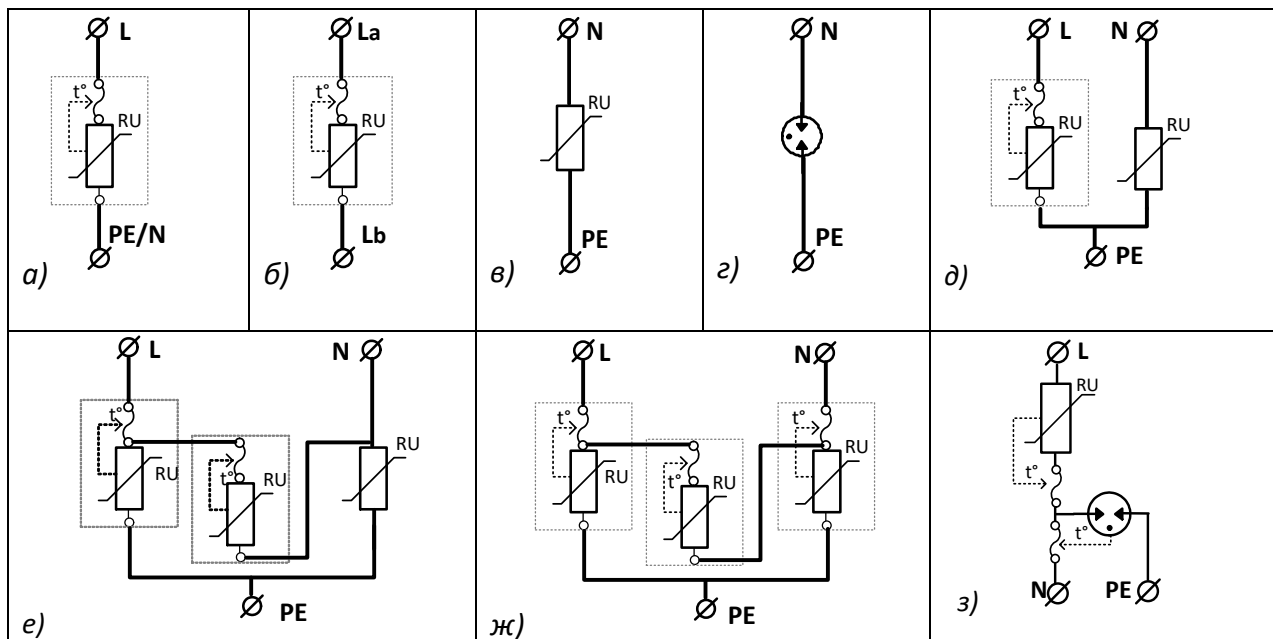

Рисунок 2. Функциональные схемы УЗИП
Рис. 2а. *УЗИП на базе варисторов; классов 1+2, 2, 2+3, 3 ; для включения между фазным (L) и защитным/нейтральным (PE/PEN/N) проводниками.*
Рис. 2б *УЗИП на базе варисторов; классов 1+2, 2, 2+3, 3 ; для включения между двумя фазными (L) проводниками.*
Рис. 2в. *УЗИП на базе варисторов; классов 1+2, 2, 2+3, 3; для включения между нейтральным (N) и защитным (PE) проводниками.*
Рис. 2г. *УЗИП коммутирующего типа (на базе разрядника); классов 2+3, 3; для включения между нейтральным (N) и защитным (PE) проводниками.*
Рис. 2д. *УЗИП на базе варисторов класса 2 для включения между фазным(L), нейтральным (N) и защитным (PE) проводниками.*
Рис. 2е. *УЗИП на базе варисторов класса 2+3 для включения между фазным (L), нейтральным (N) и защитным (PE) проводниками. Между проводниками L и N дополнительно установлен варистор для защиты от дифференциальных помех.*
Рис. 2ж. *УЗИП на базе варисторов класса 3 для включения между фазным (L), нейтральным (N) и защитным (PE) проводниками. Между проводниками L и N дополнительно установлен варистор для защиты от дифференциальных помех.*
Рис.2з. *УЗИП комбинированного типа на базе варистора (в цепи L-N) и разрядника в цепи (N-PE) классов 2+3, 3 для включения между фазным (L), нейтральным (N) и защитным (PE) проводниками.*
Кроме того тепловой разъединитель применяется (в схеме рис. 2з) для размыкания цепи включения разрядника в случае его перегрева от сопровождающего тока, что возможно только в случае неправильного подключения УЗИП.
- УЗИП (ограничивающего типа, на варисторах) для включения между проводниками L-PE/N (рис.2а) и между N-PE (рис. 2в) имеют одинаковые электрические характеристики, отличие последних состоит в отсутствии теплового разъединителя и контроля состояния;
- УЗИП (для подключения к проводникам L,N) класса испытаний 2 (рис. 2д) представляют из себя два конструктивно соединенные между собой УЗИП для включения между L-PE и N-PE и имеют соответствующие параметры;
- УЗИП (для подключения к проводникам L,N) классов испытаний 2+3, 3 отличаются тем, что между клеммами L-N дополнительно включен варистор для защиты от дифференциальных помех (рис. 2е, 2ж);
- комбинированные УЗИП класса испытаний, 3 отличаются тем, что между проводниками L-N установлен варистор, а между N-PE – разрядник (рис.2з);
- с учетом того, что в ходе эксплуатации часто возникают ошибки подключения (перепутываются фазный и нулевой провода) УЗИП, подключаемые к проводам L,N,PE, класса испытаний 3 имеют терморазмыкатель в цепи подключения нейтрального проводника (N).
Функциональная схема устройства показана на рис. 2а
Функциональная схема устройства показана на рис. 2б
Функциональная схема устройства показана на рис. 2в